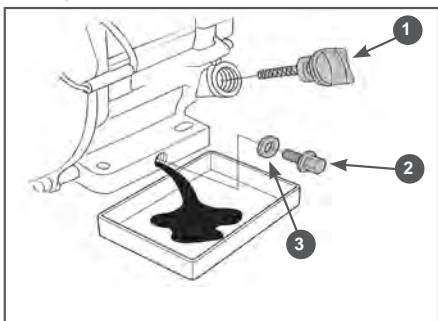

Рис. 13 Замена моторного масла
- Очистите от загрязнений крышку-щуп и зону вокруг маслозаливной горловины. Извлеките крышку-щуп из маслозаливной горловины (Рис. 13) и протрите щуп чистой ветошью.
- Открутите пробку для слива масла и слейте отработанное масло в подготовленную для этого емкость (Рис. 13).